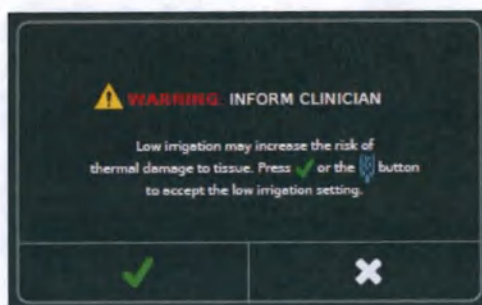

Рисунок 104 — Всплывающее окно ПРЕДУПРЕЖДЕНИЕ О НИЗКОЙ ИРРИГАЦИИ
- Если настройки ирригации установлены ниже предельного значения 15 мл/мин, появится всплывающее окно ПРЕДУПРЕЖДЕНИЕ О НИЗКОЙ ИРРИГАЦИИ (рисунок 104). Существует две опции: